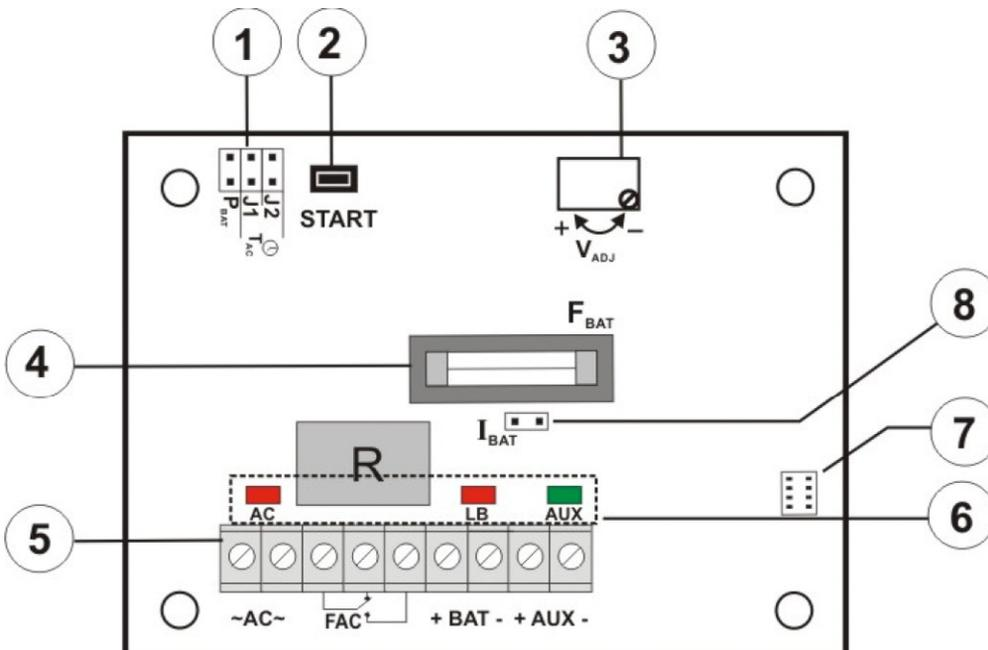

Fig. 2. Scheda pcb dell'alimentatore
Tabella 1. Elementi della scheda dell'alimentatore (vedi fig. 2)
①	Trasformatore d'isolamento
②	Piastra dell'alimentatore (tab. 1, fig. 2)
③	TAMPER ; microcontatto di protezione antisabotaggio (NC)
④	F_{MAIN} fusibile nel circuito d'alimentazione (230V/AC)
⑤	L-N Collegamento per alimentazione 230V/AC,  Collegamento di protezione PE
⑥	Connettori dell'accumulatore +BAT= rosso, - BAT= nero